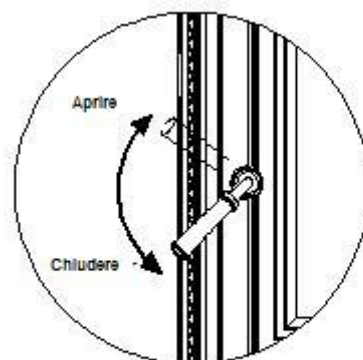

Fig.15
**MANIGLIA DELLA PORTA FRONTALE:** la porta frontale permette di accedere all'interno del focolare per caricare la legna nella stufa e per pulirla, e permette la visione del fuoco attraverso il cristallo. Per aprire la porta, alzare la maniglia fino a posizionarla a ore 10 e tirare la porta (Fig.15)